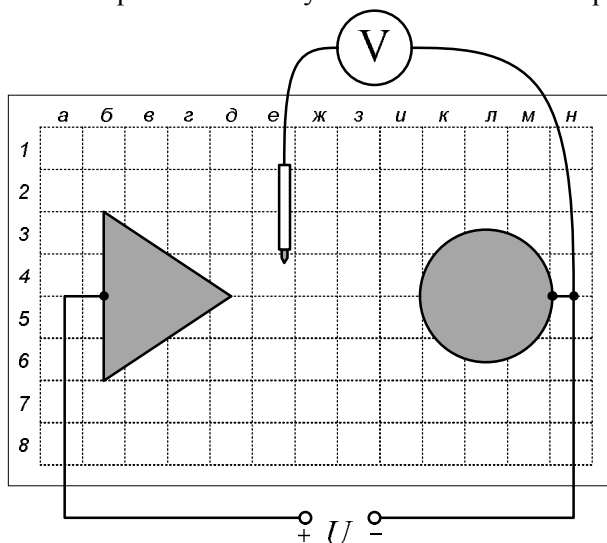

Рис. 1.2. Структура лабораторной установки
Схема экспериментальной установки показана на рис. 1.2.
1.2. Соберите лабораторную установку по схеме на рис. 1.2. В качестве источника напряжения используйте источник E_1 или регулируемый источник ИП лабораторного стенда. При использовании источника ИП вращением рукоятки «Voltage» установите на нем напряжение, заданное преподавателем. В качестве вольтметра используйте цифровой мультиметр, установленный на предел «20 V».